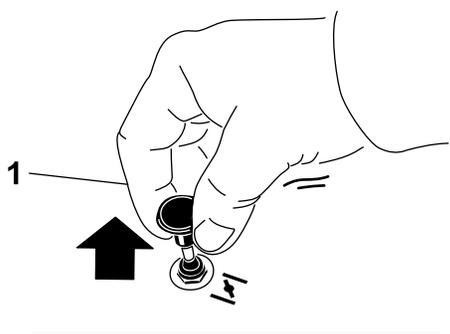

Figura 16
1. Tirate su la manopola dello starter per innestare lo starter prima di usare l'interruttore di accensione (Figura 16).
- Spingete giù lo starter per disinnestarlo una volta acceso il motore (Figura 16).